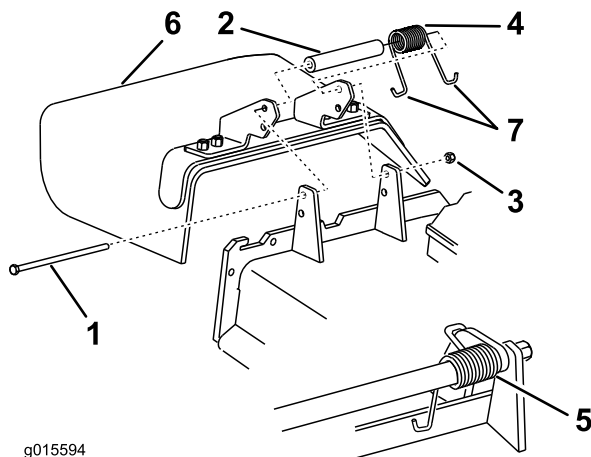

Bild 90
1. Entfernen Sie die Sicherungsmutter, Schraube, Feder und das Distanzstück, mit denen das Ablenkblech an den Drehhalterungen befestigt ist (Bild 90). Entfernen Sie defekte oder abgenutzte Ablenkbleche.
Hinweis: Achten Sie darauf, dass ein J-förmiges Federende hinter der Mähwerkkante installiert wird, bevor Sie die Schraube wie in Bild 90 gezeigt einsetzen.
3. Setzen Sie Schraube und Mutter ein. Führen Sie ein J-förmiges Hakenende der Feder um das Ablenkblech (Bild 90).